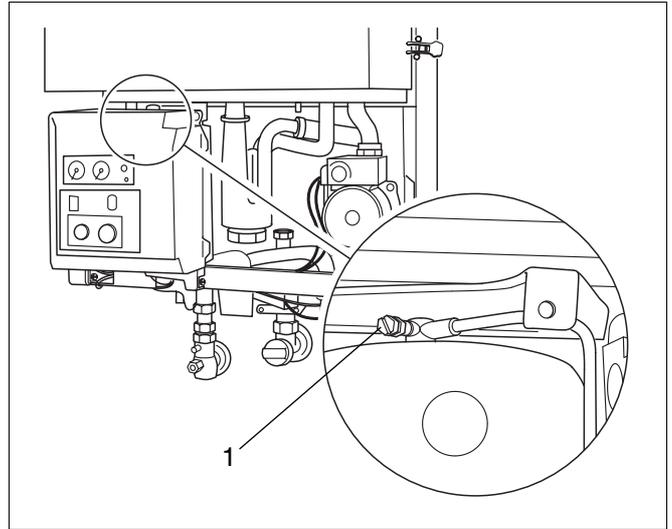

Fig. 17 Disaerare lo scambiatore di calore dell'acqua calda
- Disaerare lo scambiatore di calore dell'acqua calda dal lato riscaldamento, mediante la vite di disaerazione (fig. 17, pos. 1).